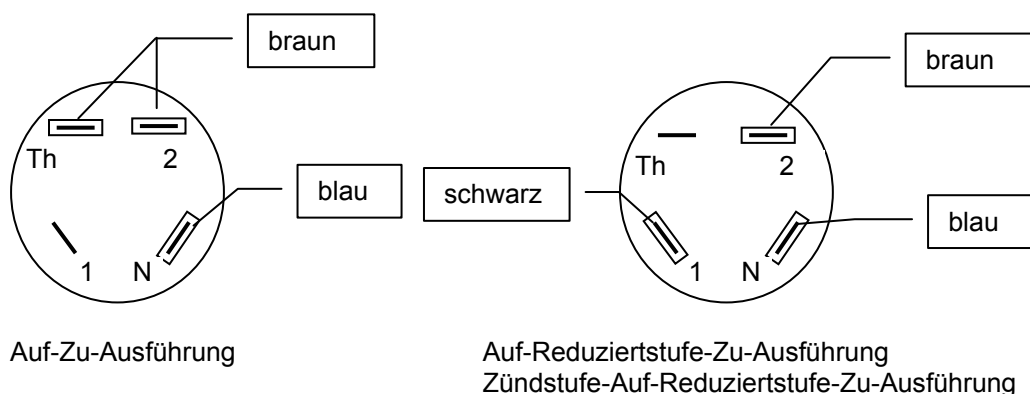

Abbildung 6: Steckerausführungen
- Beim Einbau zuerst die Flachstecker aufstecken, Verdrahtung siehe Abbildung 6. Am Ventil sind die Stecker Th und 2 vorne, die Stecker 1 und N hinten.